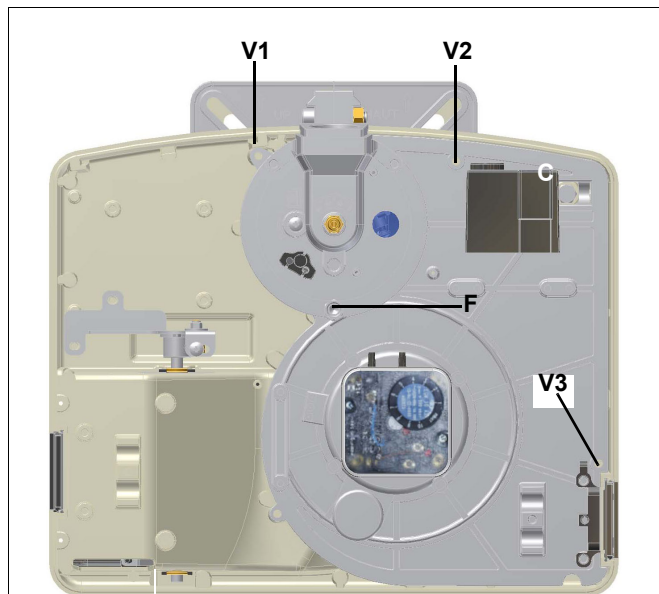

Fig. 33
- montaggio esame e pulizia testa di combustione (vedi Fig. 33 e successive).
- 1 togliere la piastra componenti C del bruciatore, rimuovendo le 4 viti V1, V2, V3 e il perno di fissaggio F (Fig. 33);